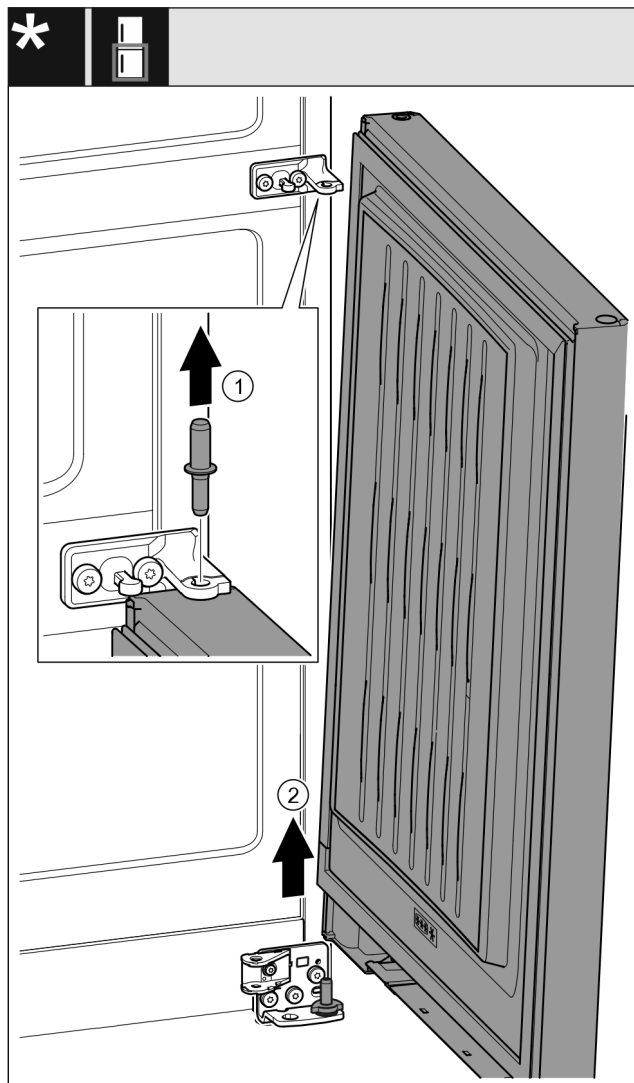

Fig. 23 *
► Træk boltene opad og ud. Fig. 23 (1)*
► Sving lågen ud, træk den opad, og stil den til side. Fig. 23 (2)*